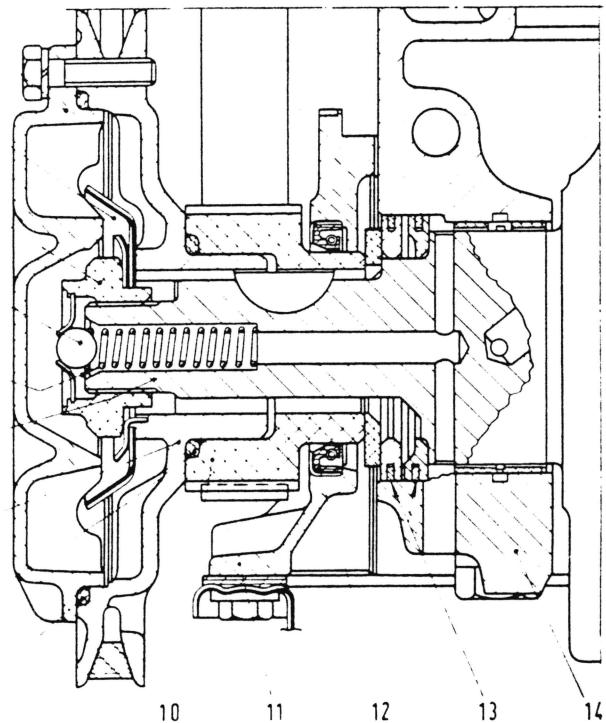

Abb. 35. - Teilansicht des Motorenlängsschnitts am Ölzentrifugalfilter.
Der Zentrifugalfilter besteht in der Hauptsache aus einem Deckel (1, Abb. 35), einer Scheibe (7), einer Umlenkscheibe (2) und einem Reglerventil, bestehend aus einer Kugel (4) und einer Feder (5).
Das von den Seiten des vorderen Stücks der Kurbelwelle kommende Öl (im vorderen Teil der Kurbelwelle sind Langsschlitz eingeprägt) wird durch den Deflektor in die peripherische Zone des Filters gebracht. Dann fliesst es gereinigt zurück zum Zentrum, wo es durch Überwindung der Federkraft (5, Abb. 35) des Reglerventils durch die Hohlmutter (3) zur Befestigung der Nabe und des Deflektors an die Welle, ins Innere der Kurbelwelle und dann in die Ölwanne durch die Bohrungen im Deckel des Vorderlagers fliesst.